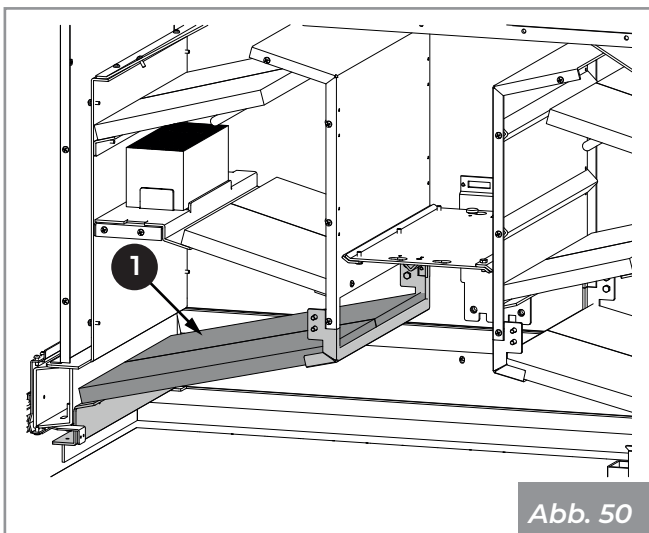

Abb. 50
4) Die Platten (1) herausziehen und entfernen (Abb. 50).